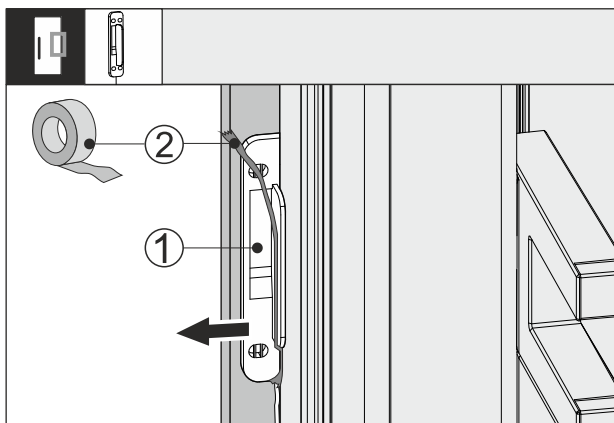

Fig. 65
- ▶ Снимите клейкую ленту Fig. 65 (2) с датчика стука Fig. 65 (1).